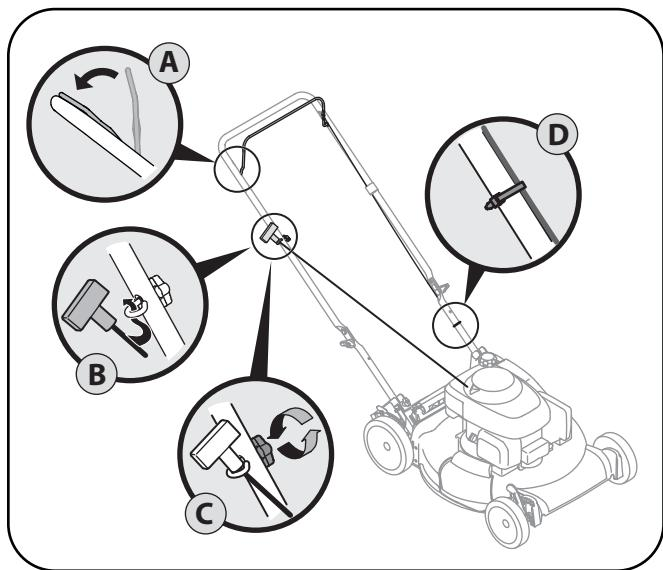

Figure 3-6
4. Le guide de la corde du démarreur est installé sur la droite du guidon supérieure. Desserrez le boulon à oreilles qui maintient le guide de la corde en place. Voir la Figure 3-6.
- Dégagez lentement la poignée du démarreur à lanceur du moteur et faites passer la corde dans son guide. Voir la Figure 3-6.